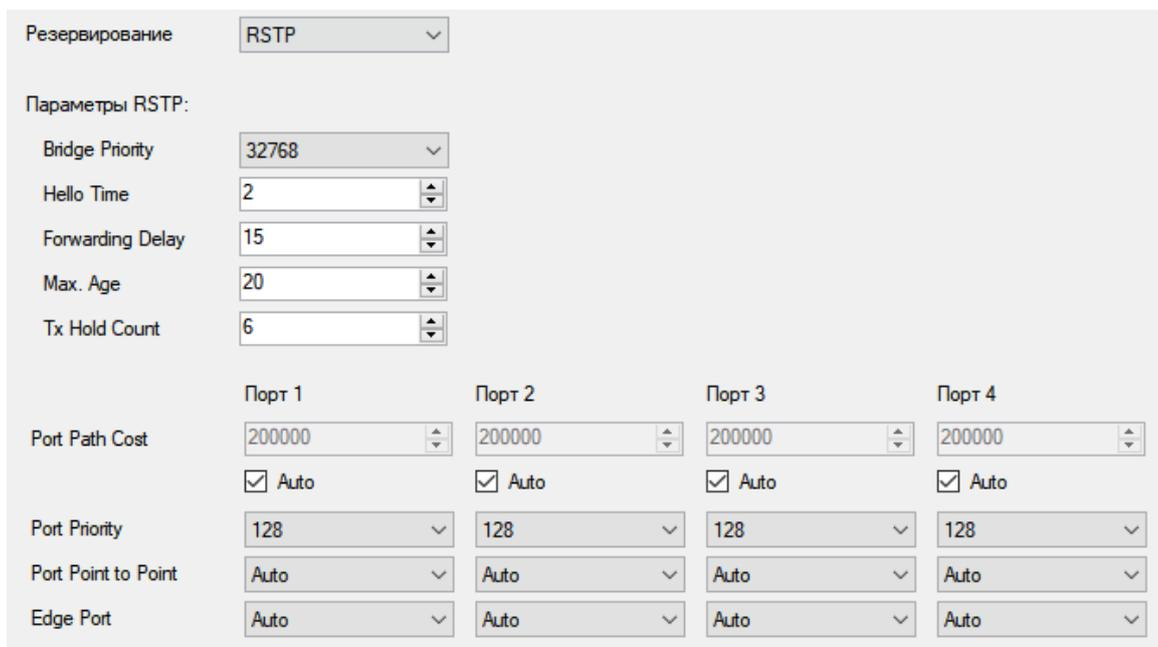

Рисунок 7.10. Настройки протокола RSTP в ESM
- RSTP – порты Ethernet работают в соответствии с Rapid Spanning Tree Protocol. RSTP имеет собственные настройки, которые приведены на рис. 7.10;